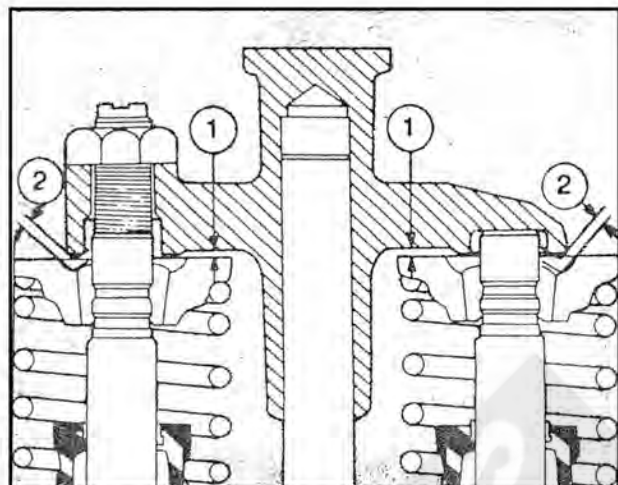

图 2-20 气门弹簧座与十字头之间的间隙
3. 用线规检查十字头和气门弹簧座之间的间隙，图 2-20,1,2，最小间隙为 0.025 英寸[0.64 毫米]。